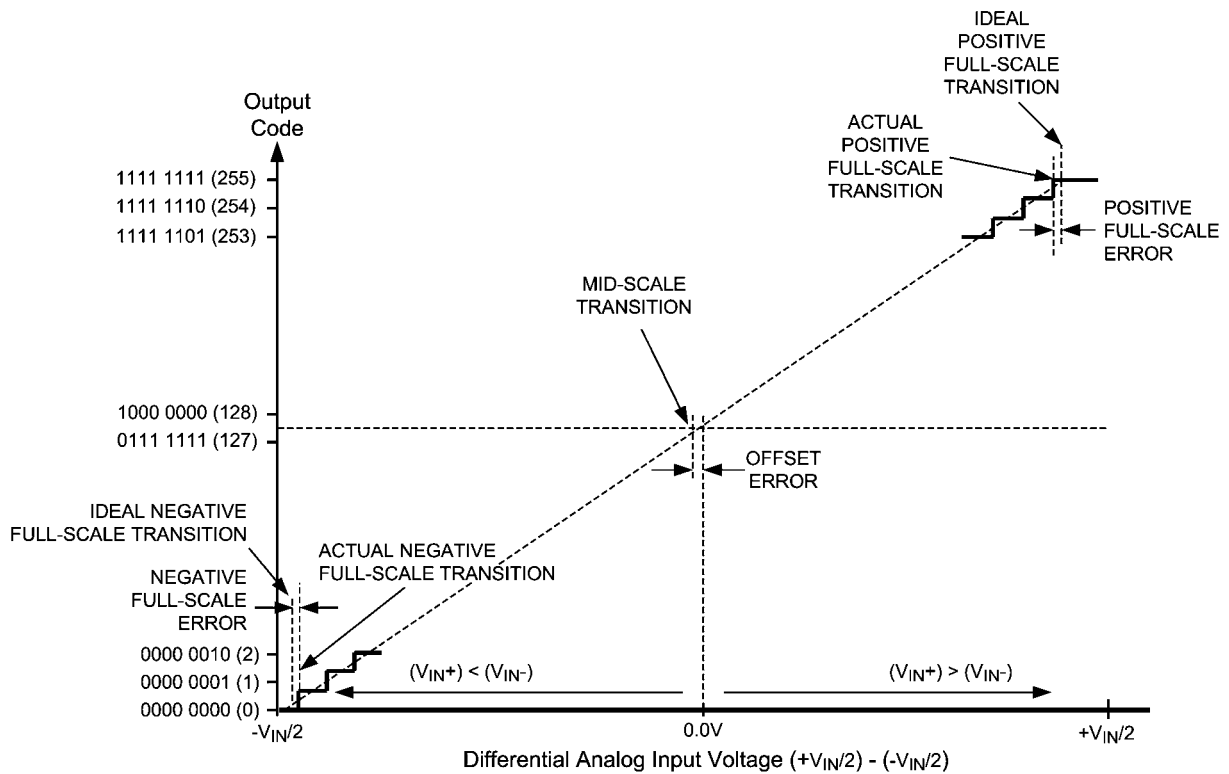

FIGURE 2. Input / Output Transfer Characteristic
- Note 9:** 本デバイスのフルスケール誤差の計算では、実際のリファレンス電圧はその公称値に正確に一致していると仮定しています。そのためデバイスのフルスケール誤差は、フルスケール誤差とリファレンス電圧誤差の組み合わせになります。Figure 2 参照。ゲイン誤差とフルスケール誤差の関係についてはゲイン誤差の仕様定義を参照してください。